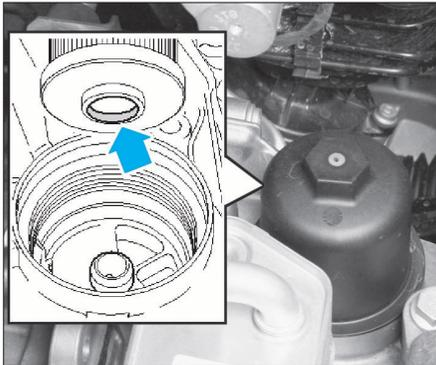

FIG. 4
- Reposer un filtre à huile neuf (collet vers le bas) puis serrer le corps du filtre (Fig.4).